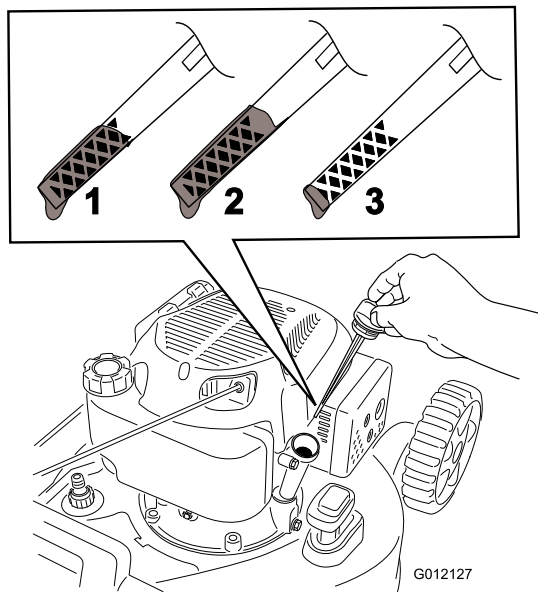

**Figura 20**
5. Inclinate il tosaerba sul fianco, con l'asta di livello in basso, per vuotare l'olio usato attraverso il tubo di riempimento (Figura 20).